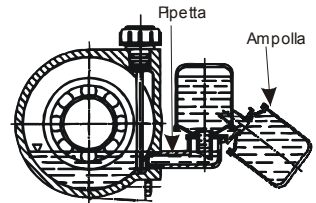

Fig. 3: Oliatore
- se il supporto è provvisto di oliatore ribaltare l'ampolla e versare olio nella pipetta fino a raggiungere il livello come indicato in *fig.3*: riempire l'ampolla e portarla in posizione verticale. Controllare che il livello nell'ampolla rimanga costante. Gli oli indicati in *tab. 1* sono validi per temperature comprese tra -10° e 120 ° C.